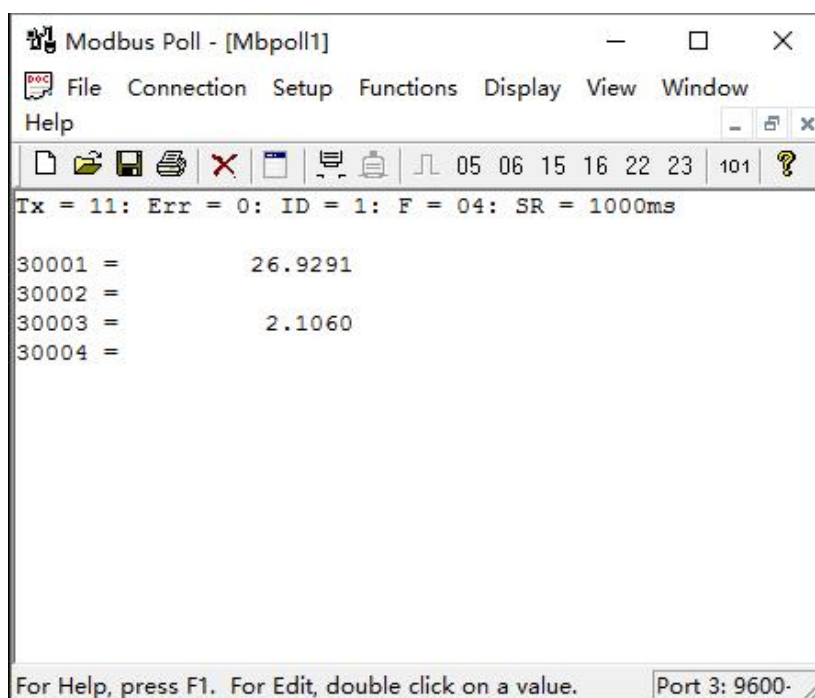

图 17 正常通讯界面
(5) 设置完成，正常通信界面如图 17 所示。温度 $T = 26.9291\text{ }^{\circ}\text{C}$ ，介电常数 $DC = 2.1060$ 。